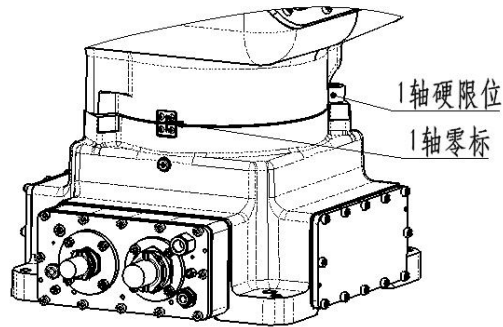

图 2-5 调整后的 1 轴硬限位及 1 轴零标位置
(1) 1轴硬限位及1轴零标：因该款机器人对称式设计，1轴硬限位及1轴零标安装位置可依据实际使用情况进行安装调整（见图2-5），安装需要专业工具，若有调整需要，请及时联系我司。